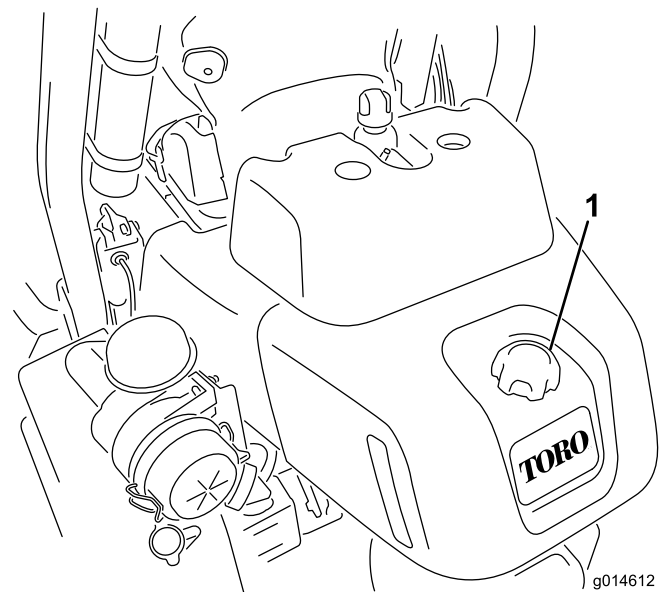

Figura 29
1. Limpie alrededor del tapón del depósito de combustible (Figura 29).